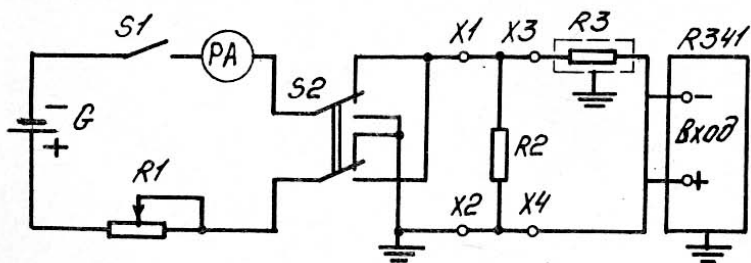

Рис. 6. Схема для определения основной погрешности:
5.5.4. Определение основной погрешности производится по схеме рис. 6 на всех числовых отметках шкалы в диапазоне измерений I-0-I мВ, а в остальных диапазонах - на конечных отметках левой и правой частей шкалы, и на тех отметках, на которых были получены наибольшие положительная и отрицательная погрешности.
Входное сопротивление  $R_{вх.}$  в расширенных диапазонах по току ("Iш") равно 200 Ом, в компенсационных диапазонах по току ("I") сумма  $R_{вх.} + R_{пр.}$  определяется по схеме рис. 6
Калиброванное смещение проверяется по схеме рис. 6 при отпущенной кнопке "+-" в диапазонах измерений 5-0-5 и 50-0-50 мВ.